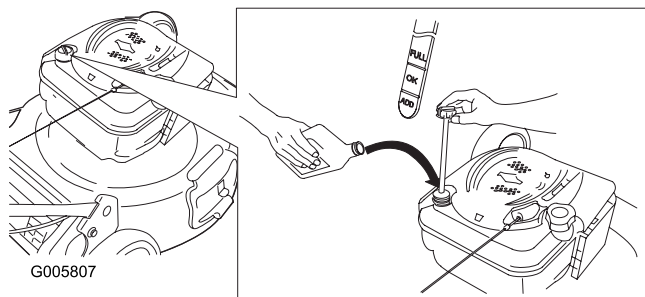

Figura 10
1. Retire la varilla, límpiela, y vuelva a colocarla (Figura 10).
2. Retire la varilla y compruebe el nivel de aceite (Figura 10). Si el nivel de aceite está por debajo de la marca **Add** de la varilla, vierta **lentamente** aceite en el tubo de llenado hasta que el nivel llegue a la marca **Full** de la varilla. **No llene demasiado.** (Capacidad máxima: 0,59 l, tipo: SAE 30W, aceite detergente con clasificación de servicio API SF, SG, SH, SJ, SL o superior.)